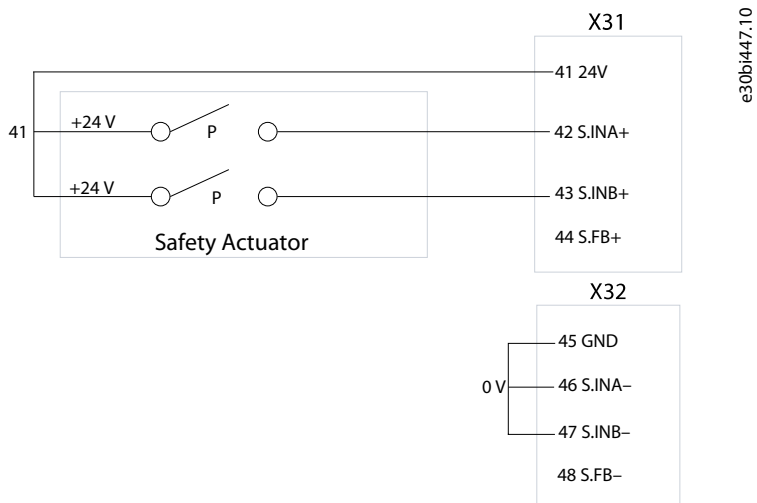
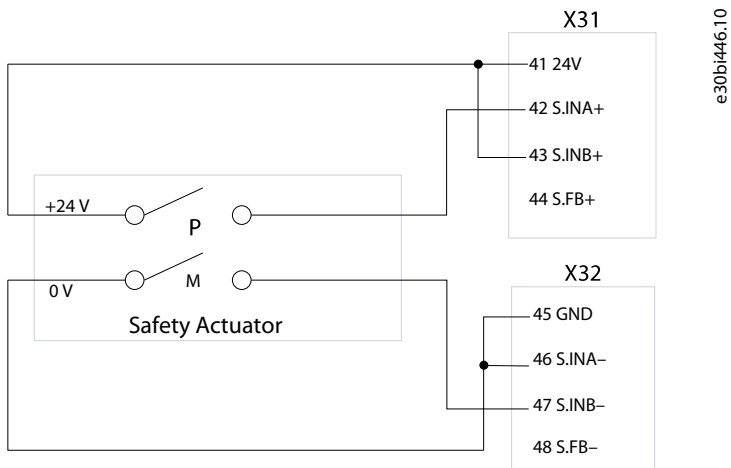

Ilustración 7: Ejemplo de conexión STO para utilizar las mismas polaridades (canal A y canal B = 24 V)
Ilustración 8: Ejemplo de conexión STO para el uso de diferentes polaridades
- **Aislamiento galvánico de los terminales:** Los bloques de terminales de E/S de seguridad funcional de la tarjeta de control (X31, X32) tienen entradas independientes aisladas galvánicamente para permitir, por ejemplo, el intercambio de las polaridades de los terminales de entrada de STO, como se muestra en Ilustración 7 y en Ilustración 8.
Debido al aislamiento galvánico de las entradas de STO, varias conexiones y diferentes polaridades son posibles en el cableado. Por ejemplo, conecte un actuador de seguridad a los terminales de entrada de STO y ajuste las referencias de tensión como se muestra en Ilustración 7 Ilustración 8. Se admiten configuraciones con el mismo nivel de tensión en ambos canales (+24 V), pero también configuraciones con diferentes niveles de tensión (+24 V y GND [conexión a tierra]).